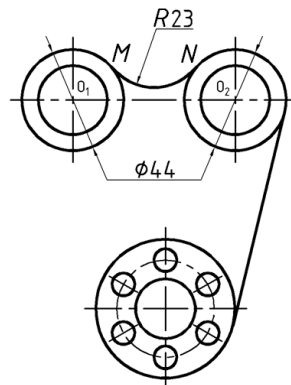

Рис. 88. Построение сопряжения **MN**
5. Командой *Fillet* (*Сопряжение*) построить сопряжение радиусом 23 мм (внешнее касание) между двумя окружностями $\varnothing 44$ (рис. 88):